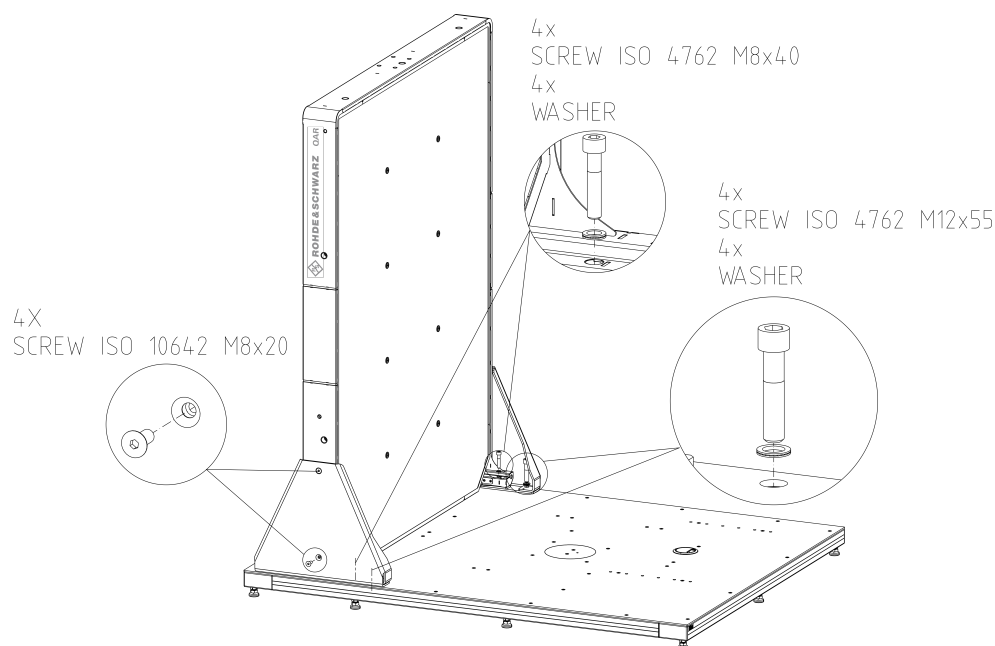

Figure 4-5 : Installation du R&S QAR, support de montage inclus
1. Vissez les deux supports sur le R&S QAR à l'aide de deux vis à six pans creux (de 5) sur chaque côté du R&S QAR (voir Figure 4-5).
Note : Insérez une rondelle entre la vis et le support, comme monté dans la Figure 4-5.